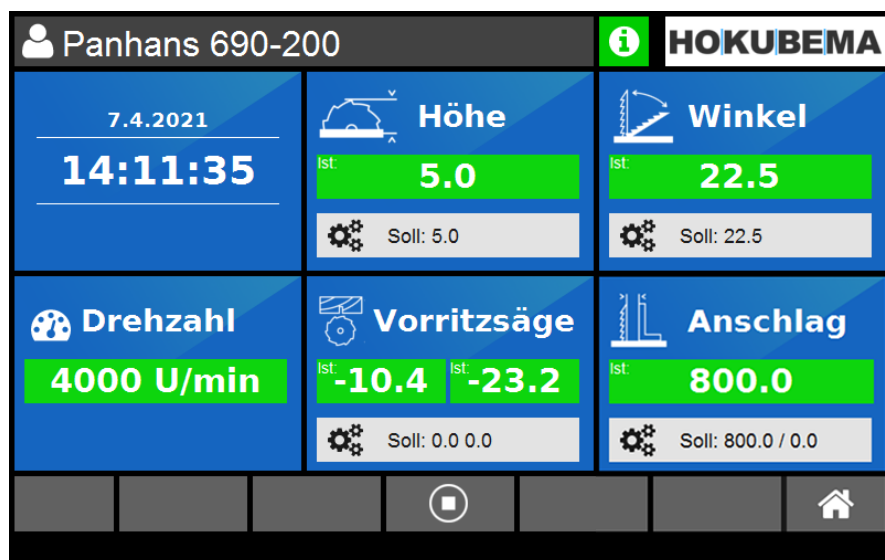

Abbildung 45: Bedienelemente Maschine
1. Wählen Sie das Symbolfeld „**Höhe**“ (⇒ Abbildung 45).
1. Wählen Sie das Symbolfeld „**Winkel**“ (⇒ Abbildung 45)
3. Wählen Sie in der Anzeige „**Höhe**“ die Schaltfläche  (⇒ Abbildung 45), geben Sie dann den Wert 50,00 ein und bestätigen diesen Wert mit .